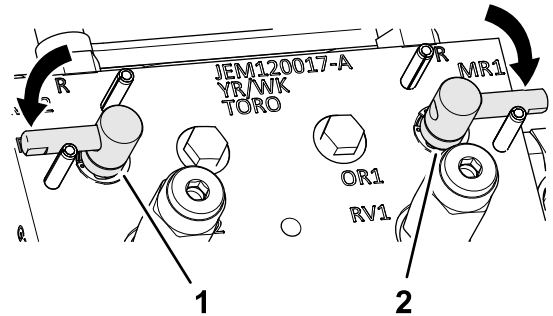

Figure 106
3. Tournez les leviers de rodage à la position F (tonte) (Figure 106).